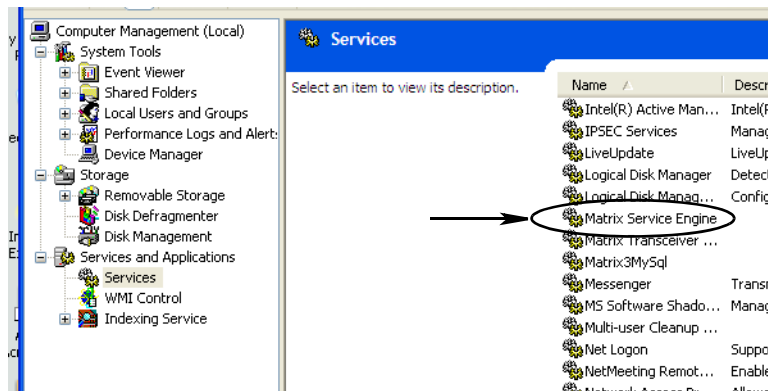

FIG. 56
d. Dubbelklik op Matrix System Engine in de lijst met diensten (FIG. 56).